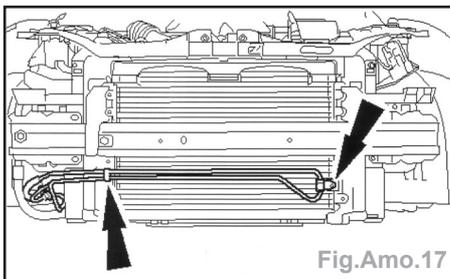

Fig.Amo.17
- Détacher le refroidisseur de liquide de direction assistée du panneau d'ouverture de calandre et le ranger de côté (Fig.Amo.17).